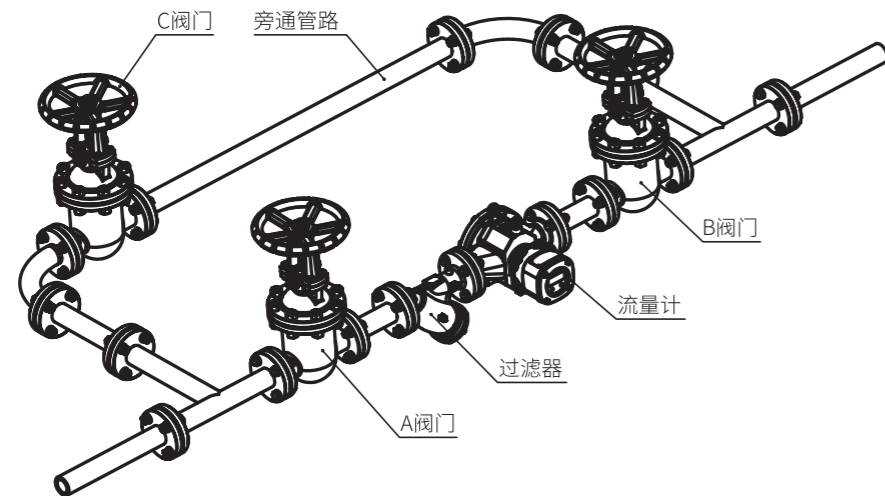

图 17 安装示例
常温使用的启动过程管道清理后请按照下列顺序慎重操作阀门。(请参照图 17 安装示例)。
- 当需要关闭时, 先全开旁路 C 阀门 (见图 17), 后慢慢关闭 B 阀门, 再关闭 A 阀门, 要防止突然关闭流量计进出口阀门, 避免管道压力突然升高, 损坏流量计和其它设备。